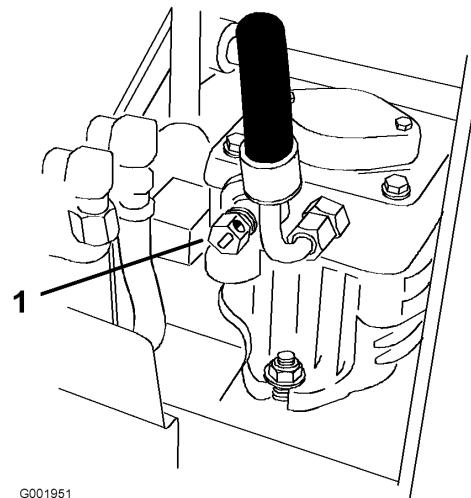

Figure 14
2. Ouvrez les vannes de dérivation en les tournant 1 à 2 fois dans le sens anti-horaire. Le liquide hydraulique peut ainsi contourner les pompes et les roues peuvent tourner (Figure 14).